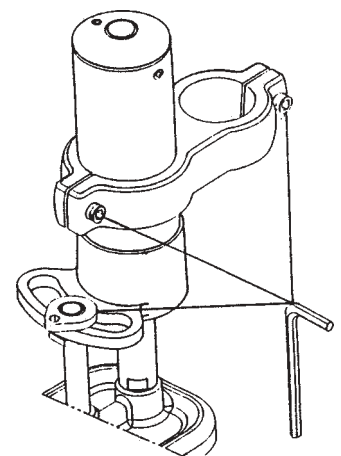

Figura 4
6. Con la llave allen (5 mm) que se proporciona, apriete con firmeza los 3 puntos que se muestran en la figura 4.